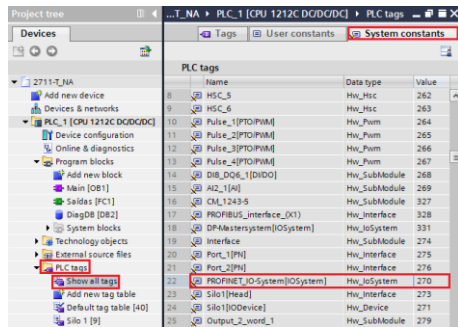

Figura 120 – Constantes do sistema do CLP
*Para localizar qual o valor da variável “LADDR” (HW_IOSYSTEM) selecione “PLC tags → Show all tags → System constants” conforme **Figura 120**;